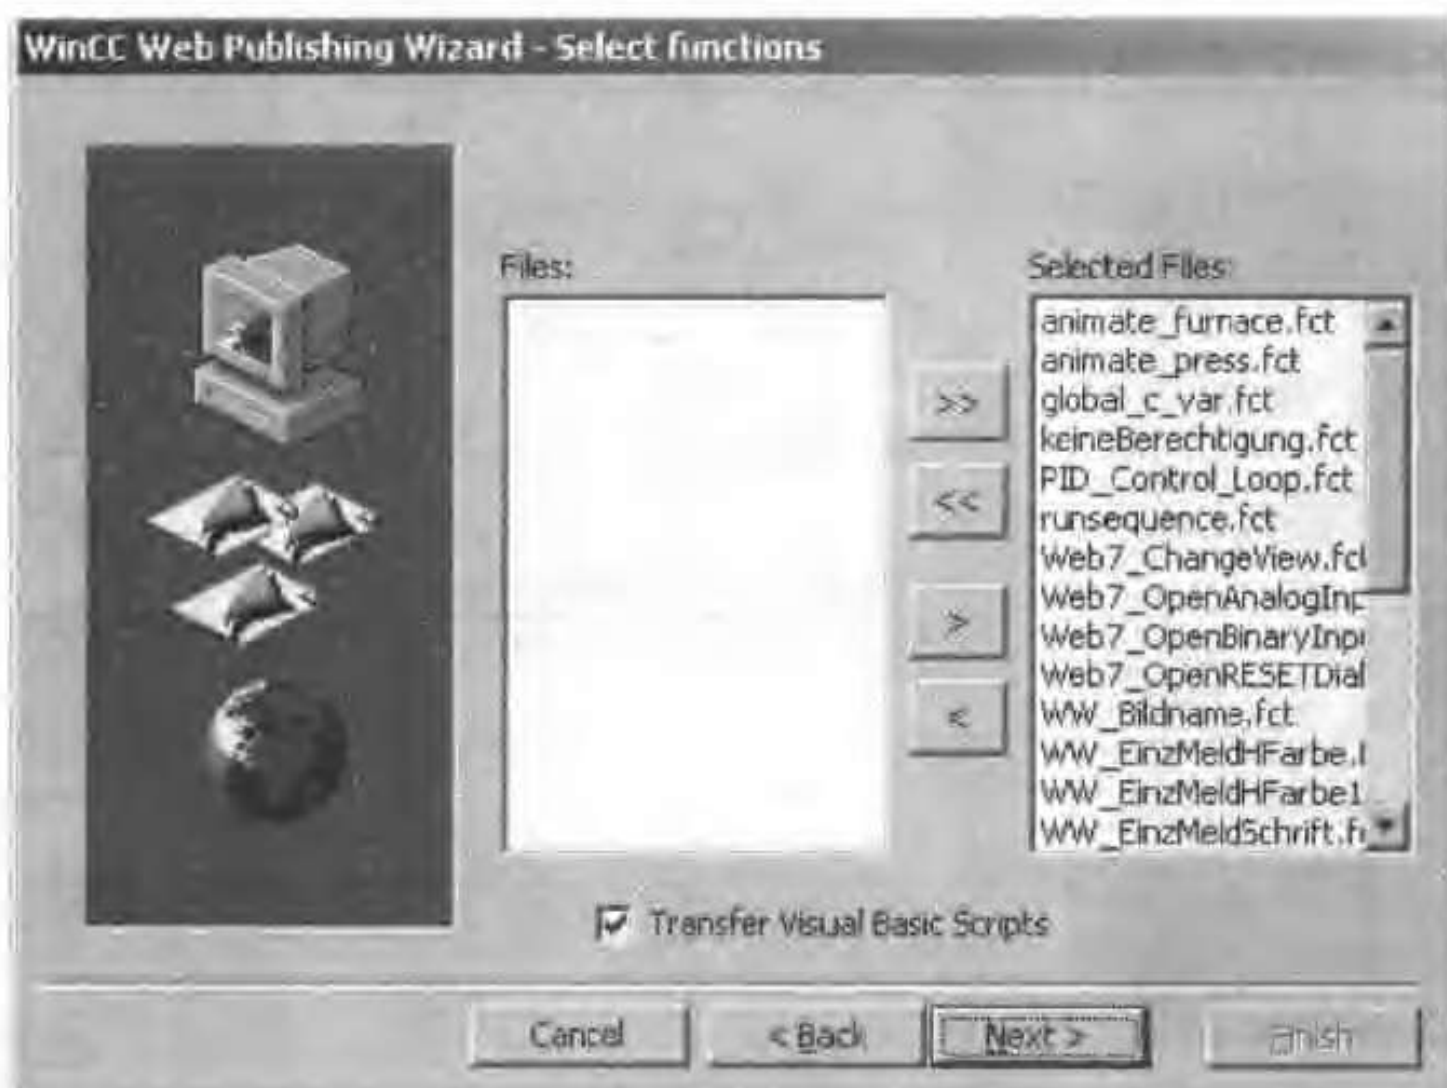

图 15-20 选择要发布的 C 项目函数
- 单击“>”按钮,选择需要发布的 C 项目函数,如图 15-20 所示。